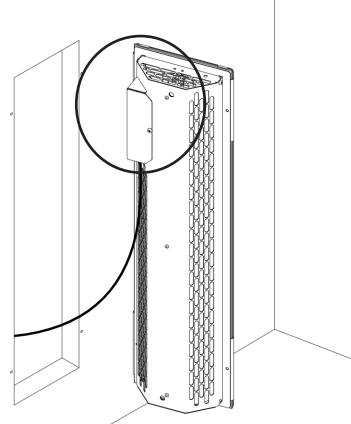
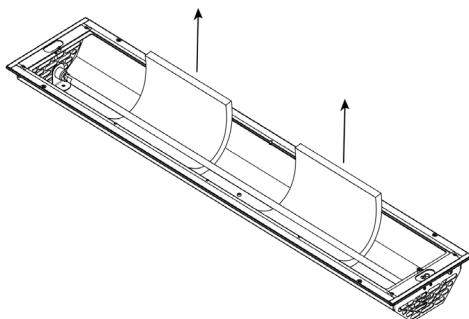

Fig. 2: Morsettiera dell'irradiatore in alto
Fig. 5: Rimuovere protezione per il trasporto
- Per il corretto funzionamento del fusibile termico, in caso di montaggio verticale (ad es. irradiatore posteriore) la morsettiera dell'irradiatore deve trovarsi in alto (vedi **Fig. 2**).
Osservare Fig. 2 e Fig. 5.